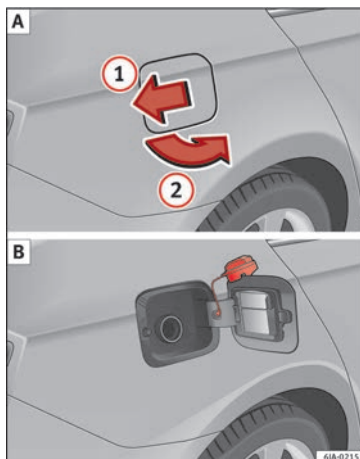

Fig. 49 Parte trasera del vehículo, lado derecho: tapa del depósito/tapa del depósito con el tapón desenroscado.
- Presione sobre la tapa del depósito en el sentido de la flecha ① » **fig. 49 A** y abra la tapa en el sentido de la flecha ②.
- Sujételo en la parte superior de la tapa del depósito » **fig. 49 B**.